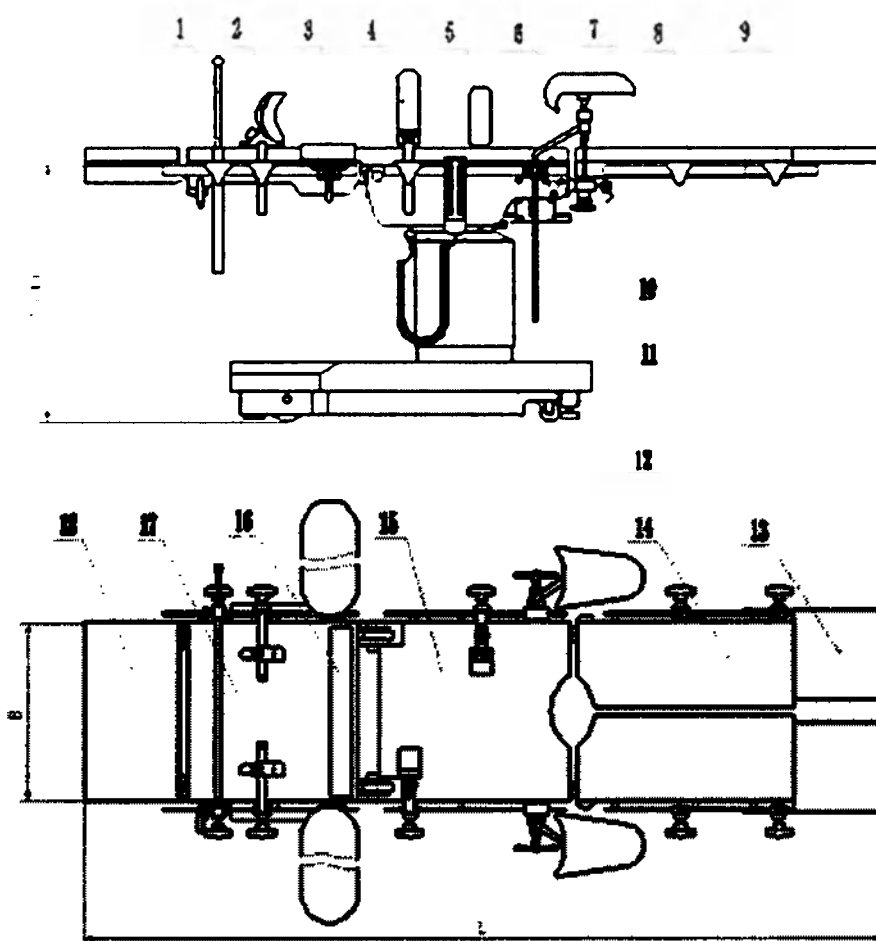

Рис.1 Строение электрического операционного стола
Операционный стол состоит из головной, спинной, тазовой и ножной секций (см. на рис.1)
- а) Вы можете отрегулировать высоту стола, по вашему желанию (смотрите рисунок 1).